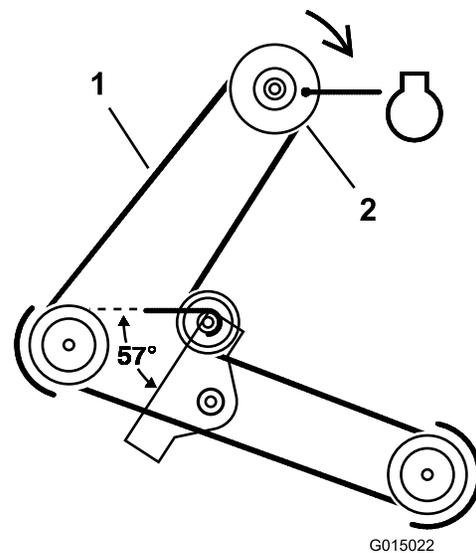

Bild 33
5. Nehmen Sie den Mähwerkriemen von der elektromagnetischen Kupplungsriemenscheibe ab (Bild 33).
- Montieren Sie den Mähwerkriemen auf der elektromagnetischen Kupplungsriemenscheibe (Bild 33).